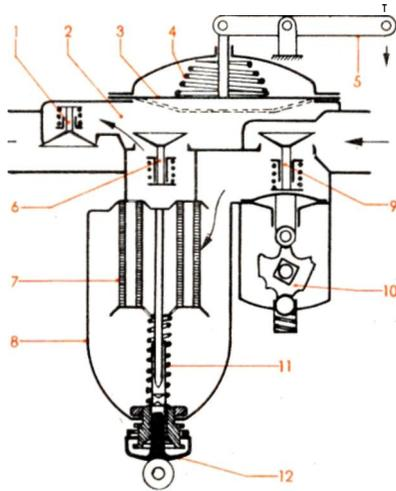

Abb. 20 FBH - Armatur
Der vom Behälter über die Ventilbatterie kommende Kraftstoff fließt in der Armatur (Abb. 20] durch das Brandventil (9), die Filterglocke (8), den Filterkörper (7), das Saugventil (6), den Pumpenraum (2) und das Druckventil (1) zur Motorzuleitung.
Die Reinigung des FBH-Filters soll nach jeweils 15 Betriebsstunden erfolgen. Nach dem Lösen der Spannschraube (12) (Abb. 20) kann die Filterglocke (8) und somit der Filterkörper (7) herausgenommen werden. Durch Schütteln in Waschbenzin werden die einzelnen Filter-